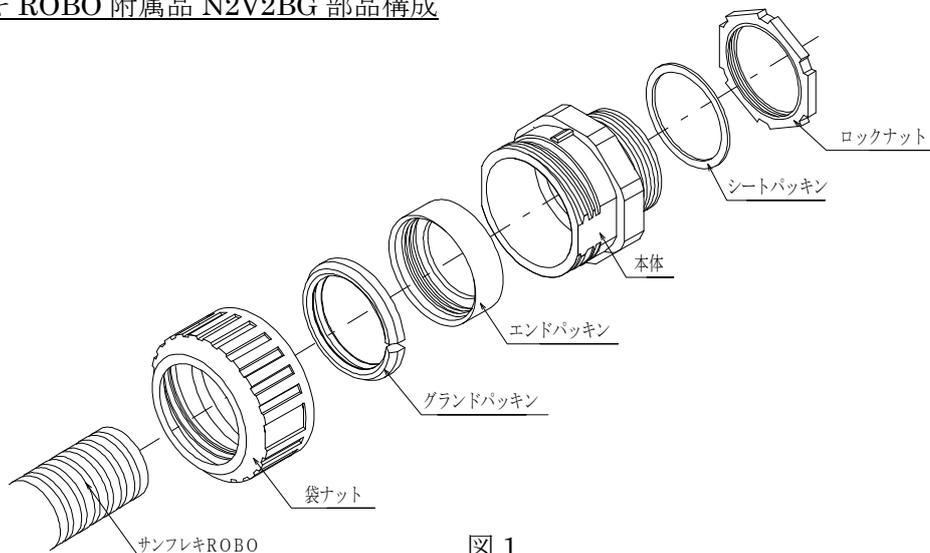

図 1
7. 再び取り付ける場合は、グランドパッキンの方向に注意して(図1参照:フラット面がコネクタ本体側になる)袋ナットに入れ、時計方向に袋ナットを回すと、約半回転でカチッと音がして袋ナットが軽く止まります。この状態が初期状態なので、ここからサンフレキ ROBO の接続を始めて下さい。